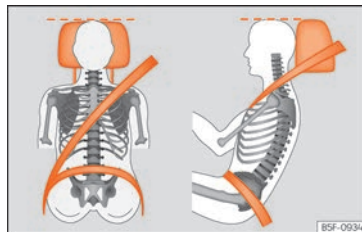

Fig. 85 Apoyacabezas ajustado correctamente visto de frente y lateralmente.
- Ajuste el apoyacabezas de modo que el borde superior quede, en la medida de lo posible, a la altura de la parte superior de la cabeza, como mínimo a la altura de los ojos »» fig. 85.